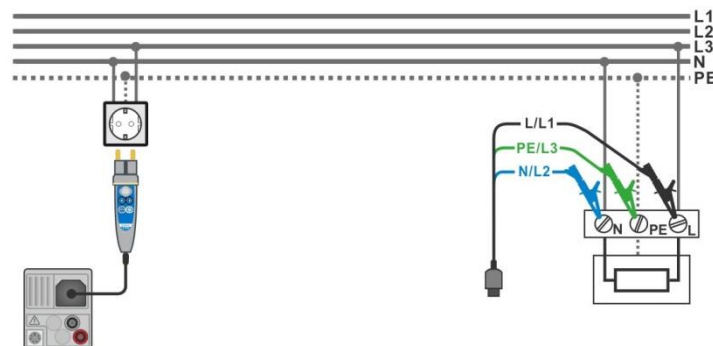

Abbildung 7.29: Anschluss des Commander-Prüfsteckers und der Dreileiter-Prüfleitung
- Schließen Sie die Prüfleitungen oder den Commander Prüfstecker am Prüfling an, siehe **Abbildung 7.29**.